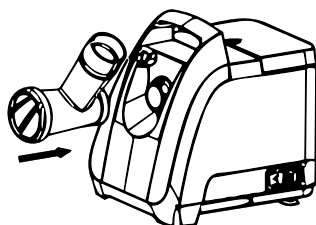
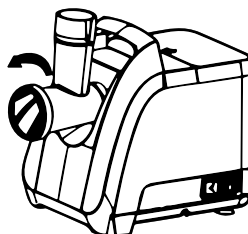

рис.1
рис.2
7.1.1. Удерживая кнопку фиксатора горловины, плотно вставьте горловину в гнездо для её установки (рис.1), затем поверните горловину против часовой стрелки, как указано на рис. 2, до фиксации. Отпустите кнопку фиксатора, убедитесь в надежной фиксации горловины.